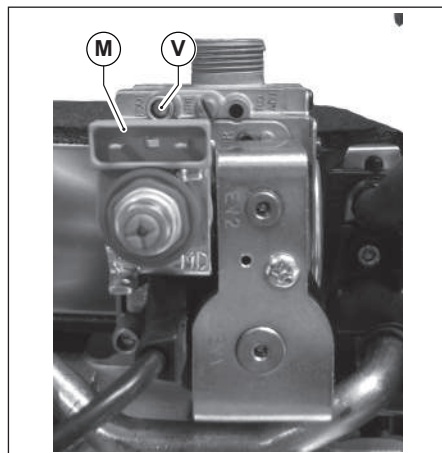

Рис. 40 Ниппель контроля
- Поключить манометр к штуцеру контроля давления **V** (смотри Рис. 40 Ниппель контроля).